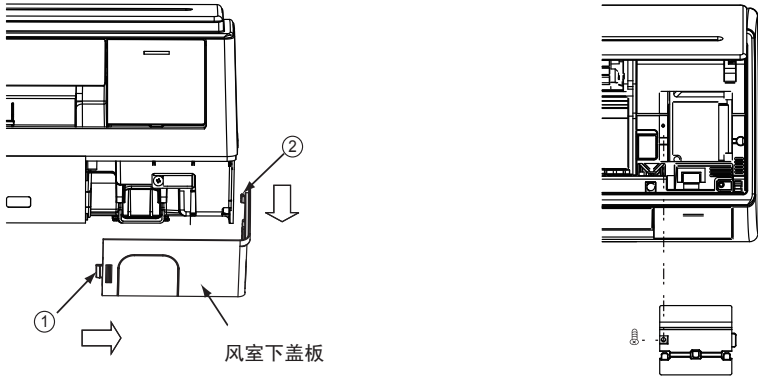

图14
(1) 接线盖板拆去顺序
- 用手将面框右下角风室下盖板 ①、② 处的勾子沿箭头方向拉，将风室下盖板取下。(如图14)
(2) 电线连接顺序
- 打开面板，拧开面框右侧电气箱盖板螺钉，将其取下。(如图14)